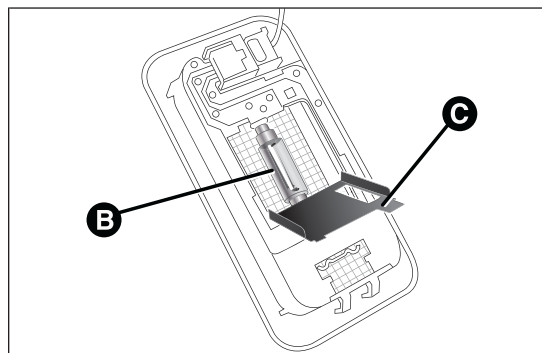

fig. 142
- ouvrir le volet C fig. 142 et remplacer l'ampoule B en la séparant des contacts latéraux ;